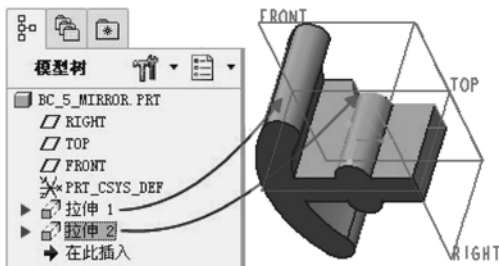

图 5-20 原始实体模型
- 1 在“快速访问”工具栏中单击“打开”按钮，弹出“文件打开”对话框，选择配套文件“bc_5_mirror.prt”，然后在“文件打开”对话框中单击“打开”按钮。该文件存在着如图 5-20 所示的原始实体模型。